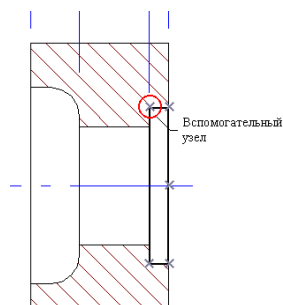

Рисунок 1.23 – Розмітка характерних точок
6. Підведіть до ребра, що визначає розмір (рис. 1.23). Натисніть ліву кнопку миші.